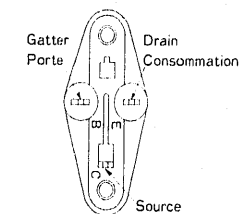

Abb. 5 Fig. 5
(1) Wenn die stabilisierte Stromversorgung und die dazugehörigen Teile von Q701 und Q702 (D705, R706, R707 und ähnliche Teile) ersetzt werden, könnte die Einstellung der Eingangs/Ausgangs-Gleichspannung ausdriften, so daß die Eingangs/Ausgangs-Gleichspannung kontrolliert werden muß.
(2) Da für HFE in  $\textcircled{E}$ -Klassen klassifiziert ist und für Q701 und Q702 eine Klasse von  $\textcircled{E1}$  -  $\textcircled{E3}$  vorgeschrieben ist, unbedingt beim Austausch auf die richtige Klasse für den entsprechenden Kanal achten.
(3) Da der Stecker für den Transistor auch für den Leistungs-MOS-FET verwendet wird, wird die Polarität durch B, C und E angegeben. Diese gemäß Angaben in Abb. 5 anpassen, wenn der Leistungs-MOS-FET erneuert bzw. geprüft wird.